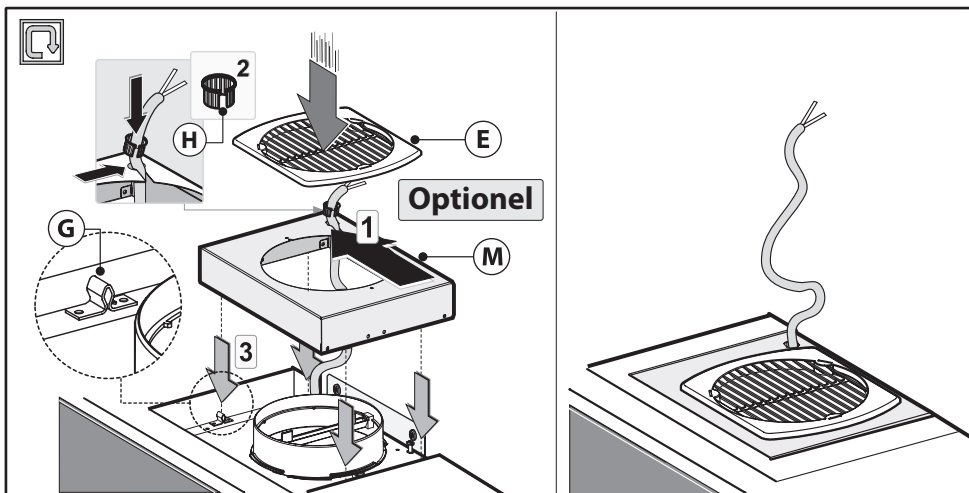
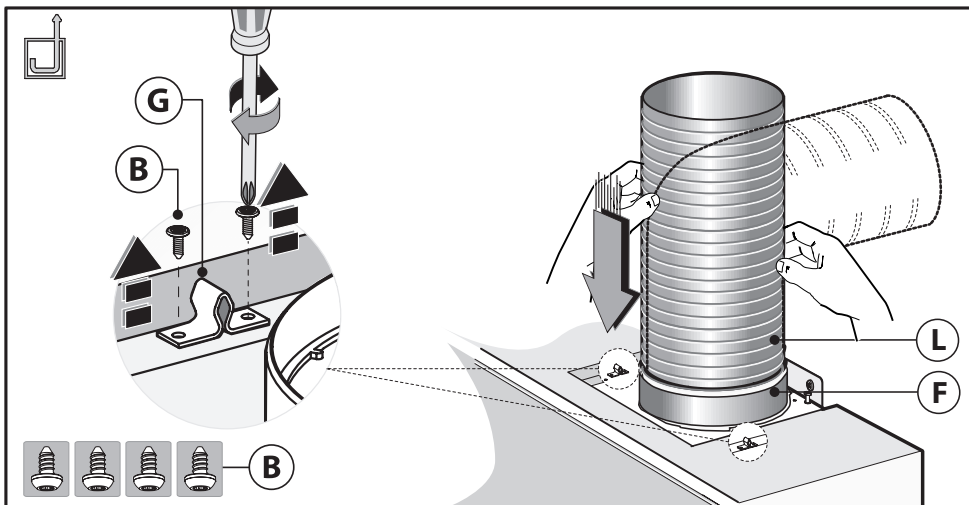

Fig.6
Fig.7
Installez un tuyau d'évacuation flexible **L** (non fourni avec la hotte), et fixez-le avec un collier **F** (non fourni avec la hotte) à la buse d'évacuation de l'air (Fig. 7).
- Faire passer le câble d'alimentation dans le cache de protection **M** (fig. 6, en option).
- Fixer le cache de protection **M** et la grille **E** en faisant attention qu'il s'accroche parfaitement sur les clips de fixation **G**. (fig. 6), que vous aurez fixé auparavant à la hotte (fig. 7)